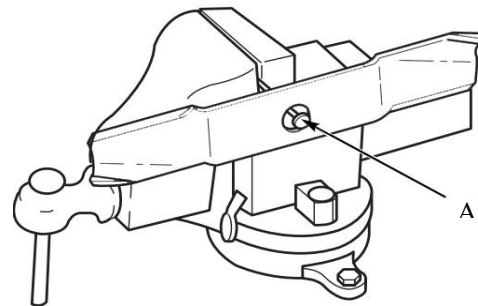

Fig. 14
- Vedi Fig. 14. Posizionate la lama del tosaerba su un chiodo (A) in una morsa e ruotatela in posizione orizzontale.